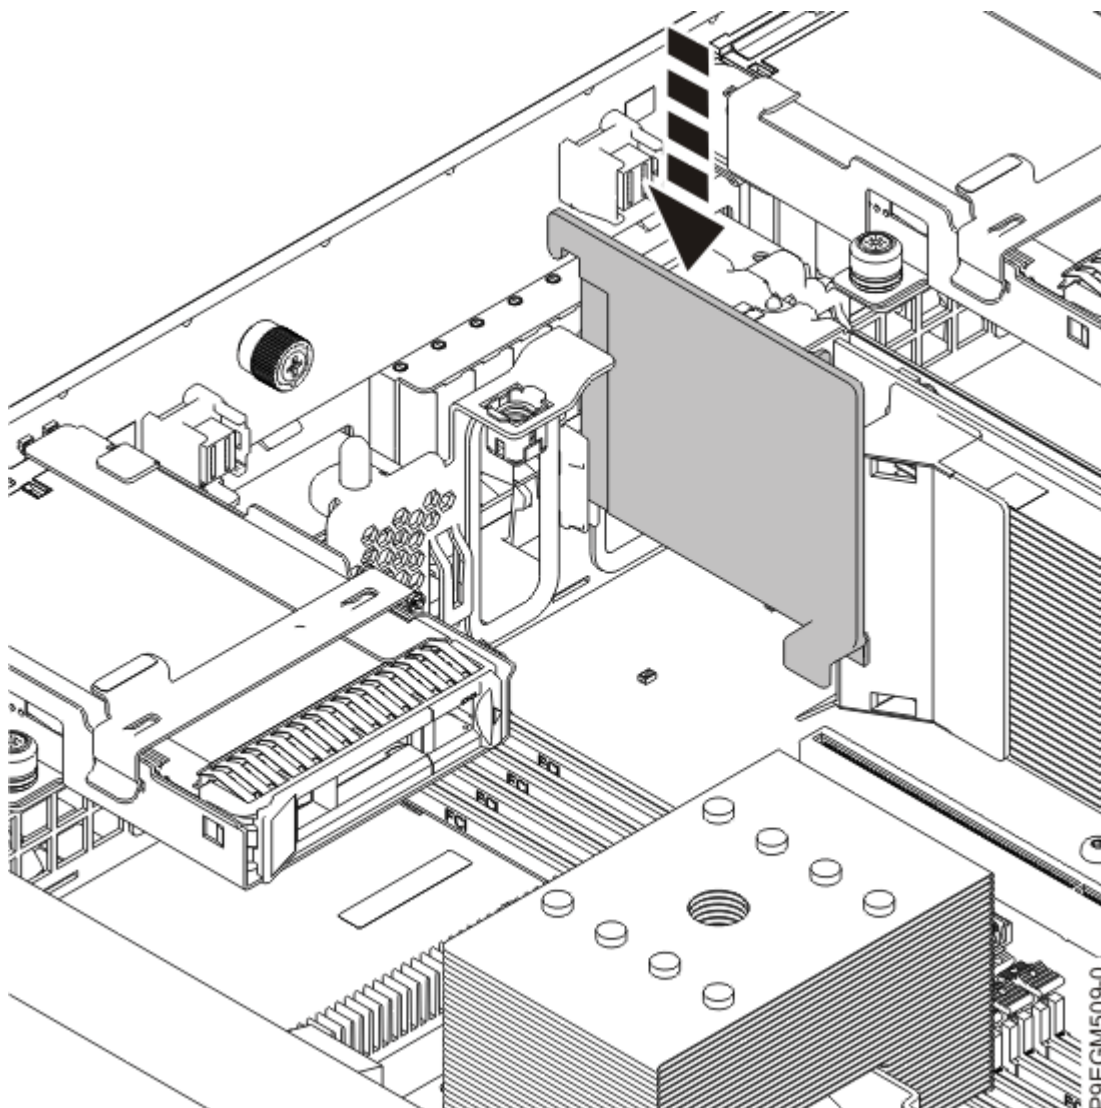

Figura 19. Instalación del separador de aire
c) Baje el separador de aire a su sitio como se muestra en la Figura 19 en la página 25.